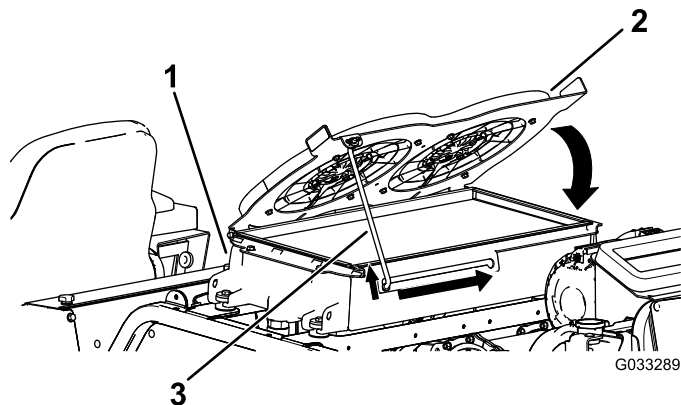

Figura 117
- Ruotate le ventole di raffreddamento idraulico verso il basso e bloccate l'asta di sostegno nella tacca (Figura 117).